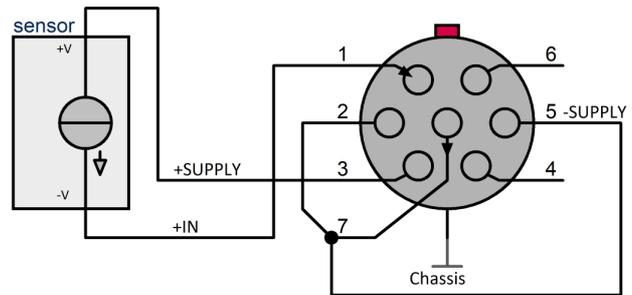

Abb. 33: unipolare Versorgung des Sensors 24 V (UTI-6)
-SUPPLY entsprechend Abb. 33 "unipolare Versorgung des Sensors 24 V" anzuschließen. Für die Einstellung der Versorgungsspannung von beispielsweise ±12 V stehen somit 24 V für die Stromschleife zur Verfügung.